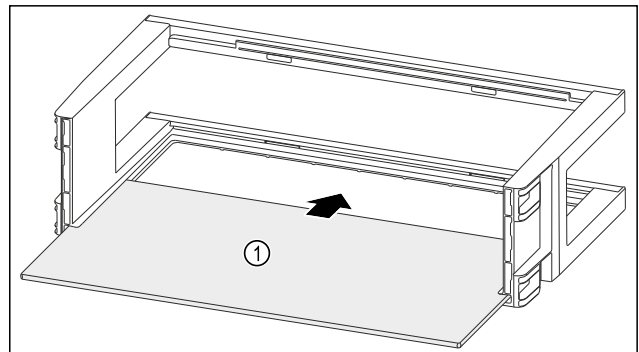

Fig. 145
- ▶ Abstellfläche Fig. 145 (1) in die seitlichen Aussparungen einschieben.